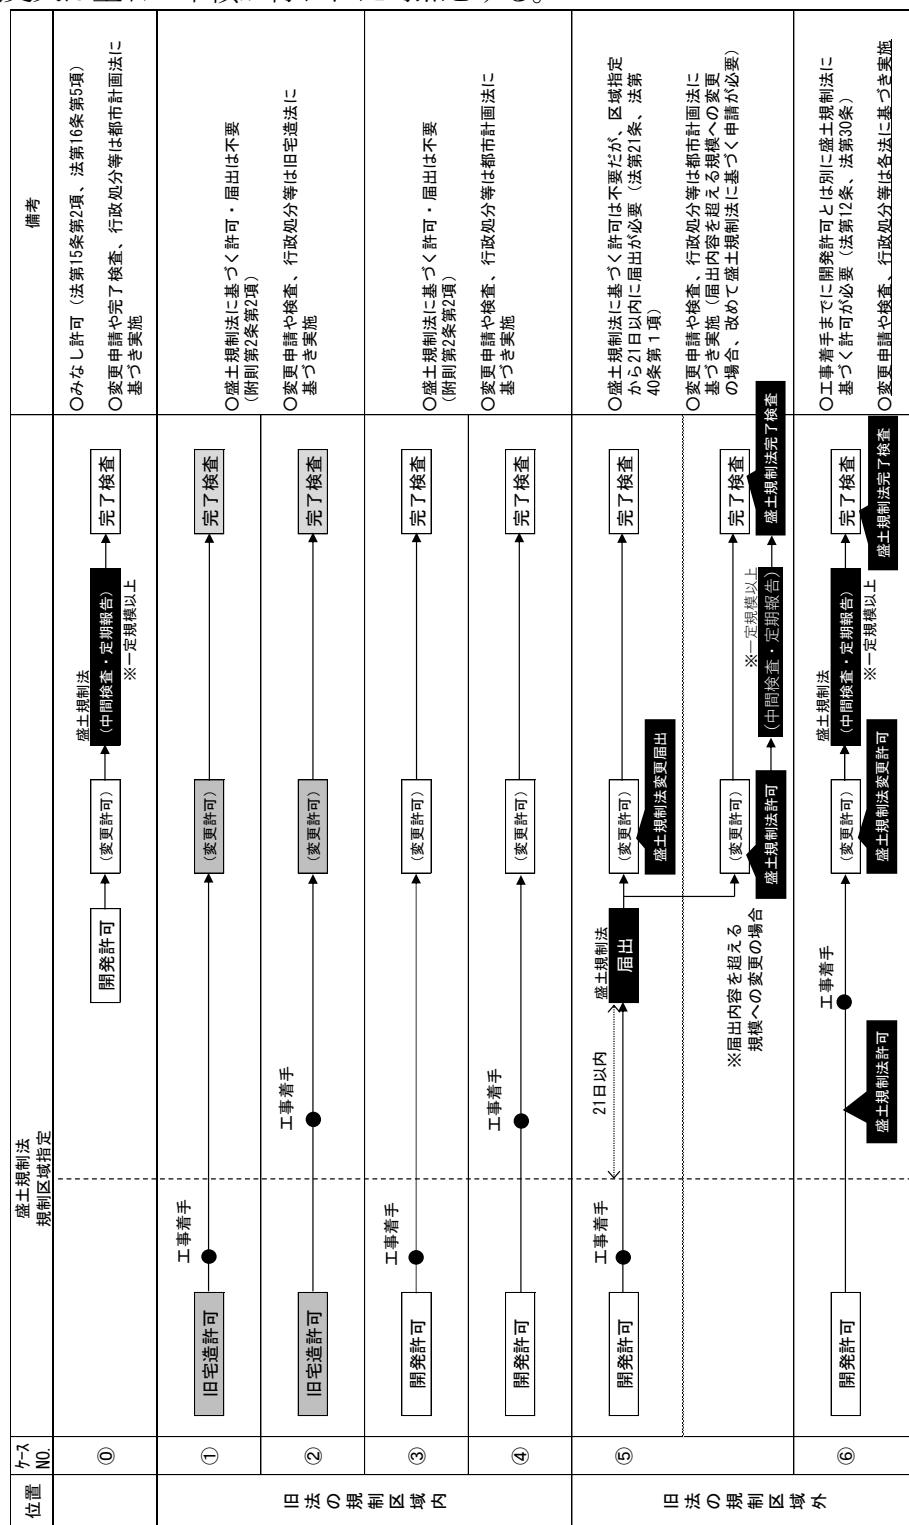

図 1-16 規制区域指定前に許可等を取得した工事の取り扱い
盛土規制法に基づく規制区域指定前において旧宅地造成等規制法（以下「旧法」という。）の許可を取得したもの又は都市計画法の開発許可を取得したものに関する取扱いは図1-16のとおりである。このうち、ケース⑤で必要とされる盛土規制法に基づく届出については、別冊の「盛土規制法に係る届出の手引（規制区域指定の際に既に行われている工事の届出）」を参照のこと。